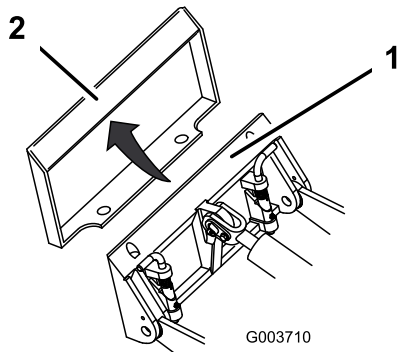

Рисунок 32
4. Введите монтажную пластину в верхний выступ установочной пластины навесного оборудования (Рисунок 32).